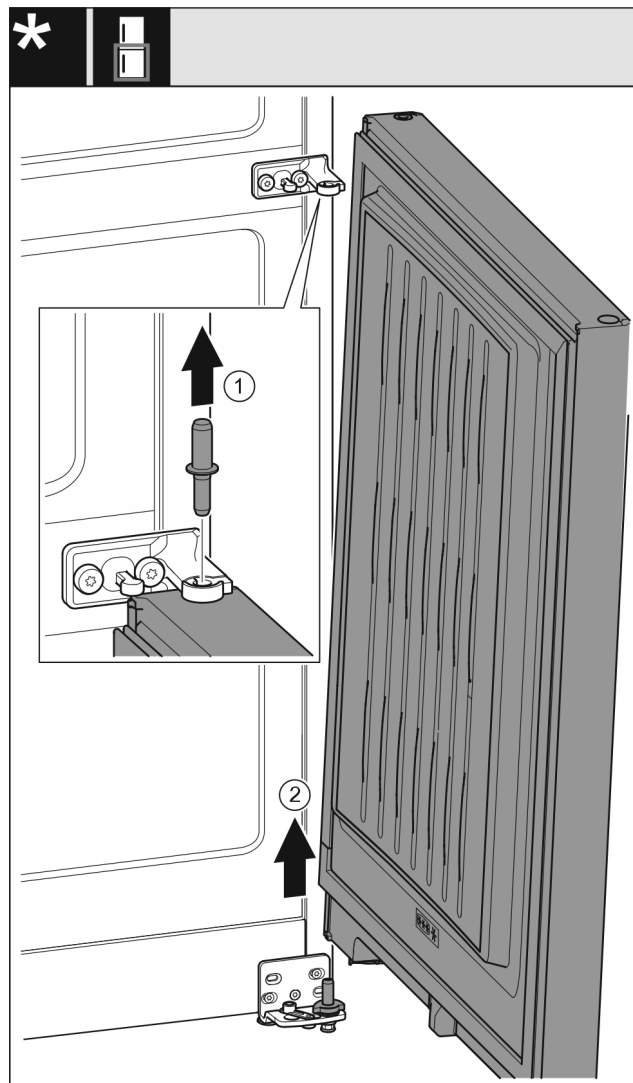

Fig. 9
- Nxirrni jashtë bulonin Fig. 9 (1) duke e ngritur lart.
- Anoni paksa derën Fig. 9 (2) për ta ngritur, tërhiqeni lart dhe lëreni mënjatë.